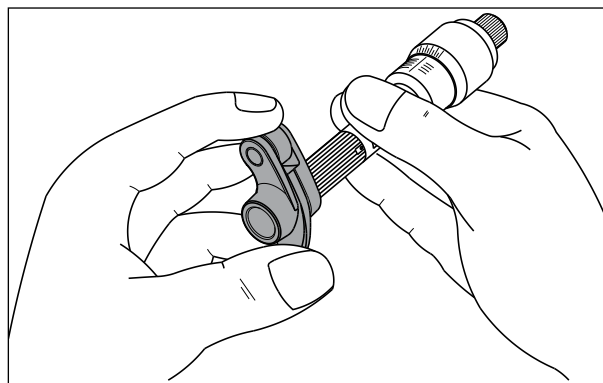

Fig. 3.70
- Inspeção o balancim da válvula quanto a desgaste, danos ou entupimento no orifício de óleo. Meça o diâmetro interno. Se o diâmetro interno for menor que o limite de uso, substitua o balancim. (Fig. 3.70)